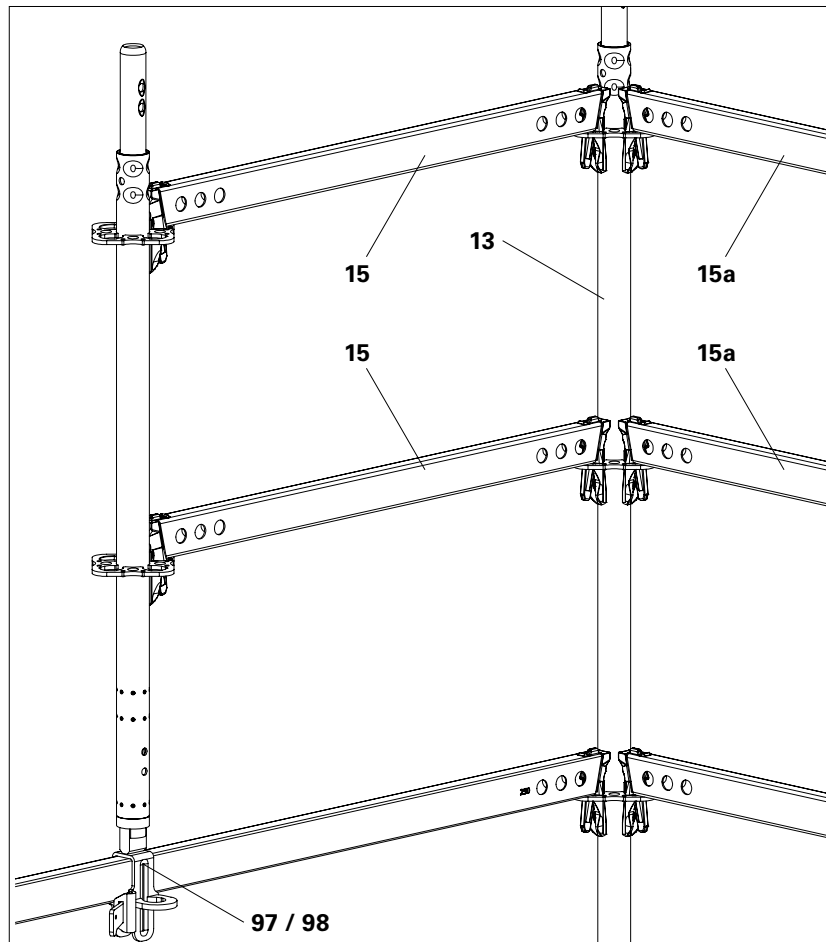

Abb. A11.13b
- Der Einsatz als Aufnahme für einen frei stehenden Geländerpfosten ist nur möglich, wenn der freie Geländerpfosten mit 2 Horizontalriegeln $\leq 2,25$ m (15) an einem drehsteifen Vertikalstiel (13) angeschlossen ist. Der Vertikalstiel (13) muss durch weitere, im Winkel von 90° abgehende Horizontalriegel (15a) gehalten werden. (Abb. A11.13b)